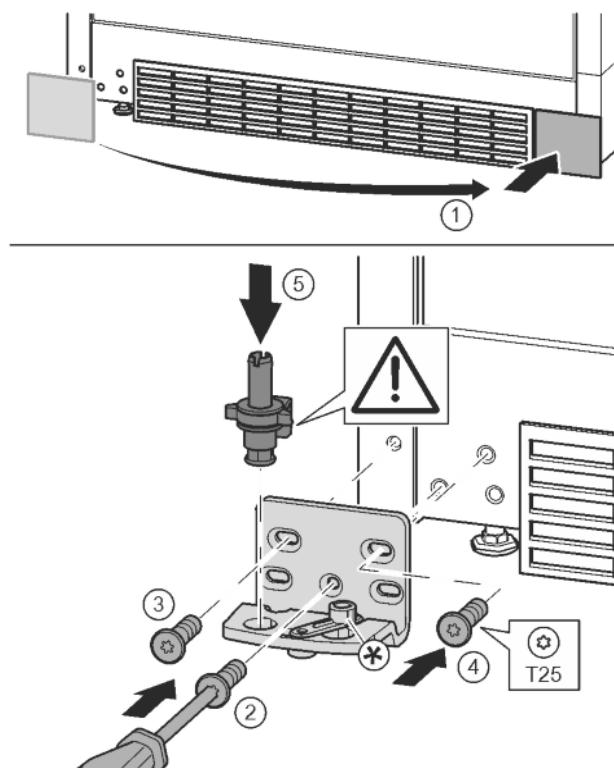

Fig. 18
- Снять крышку и поставить с другой стороны. Fig. 18 (1)
- Установить опорный кронштейн с другой стороны и прикрутить с помощью отвертки T25. Начинать с винта 2 в центре. Fig. 18 (2)
- Затянуть винты 3 и 4. Fig. 18 (3, 4)
- Снова установить опорный палец в сборе. При этом следить за тем, чтобы выступ фиксатора был направлен назад. Fig. 18 (5)